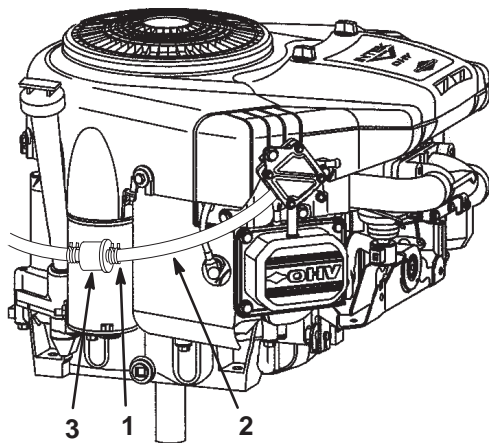

Figure 31
3. Pincez les extrémités du collier de fixation et poussez le collier en haut de la conduite d'alimentation, en direction du réservoir de carburant (Fig. 31).
4. Débranchez la conduite d'alimentation du filtre (Fig. 31) et laissez l'essence s'écouler dans un bidon ou un bac de vidange.
Le meilleur moment pour remplacer le filtre à carburant (Fig. 31) est lorsque le réservoir à carburant est vide. Ne remontez jamais un filtre sale après l'avoir enlevé de la conduite d'alimentation.
4. Pincez les extrémités des colliers et faites glisser ceux-ci pour les éloigner du filtre (Fig. 31).